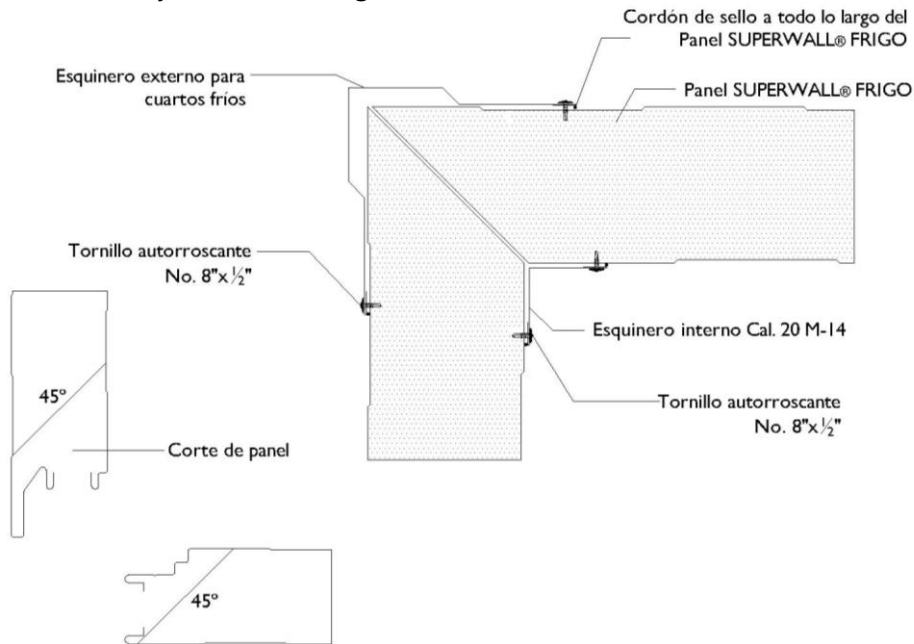

Fig. 9
4.3.12 Para la unión de las esquinas es muy importante tener en cuenta que se deben efectuar cortes especiales para la eliminación de los citados puentes térmicos entre el interior y el exterior. (Fig. 9)